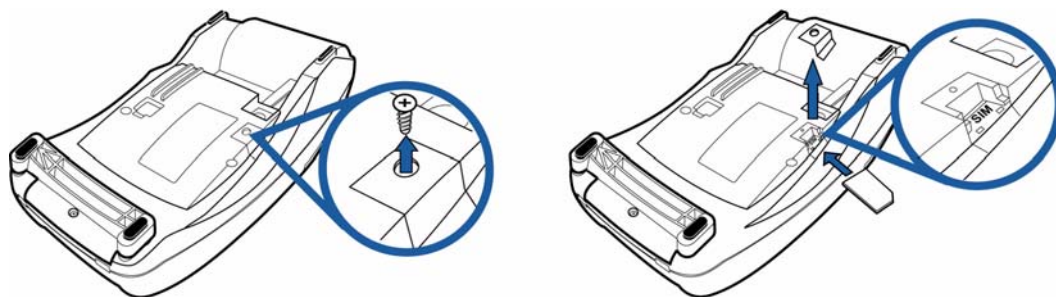

图 40 开放室门的 SIM 卡插入 SIM 卡
- 3 取出 SIM 卡室门螺丝和移动门达获得的 SIM 卡 (看图 40)。
- 4 安装 SIM 卡的卡片，并调整仔细滑动它的指导，直到它完全插入 (看图 40)。